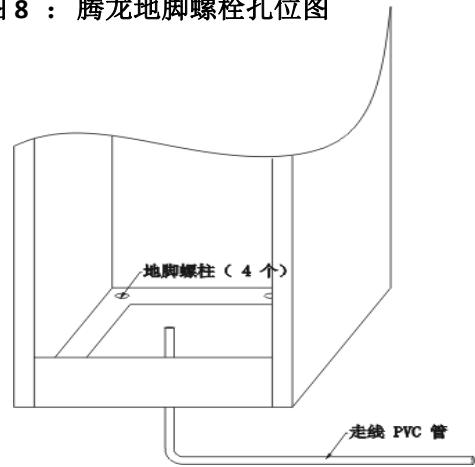

图 10 道闸安装图
- D:将电缆线用 PVC 或钢管穿好，用水泥埋到相应的位置，并露出地面 1 米（如图 10）；